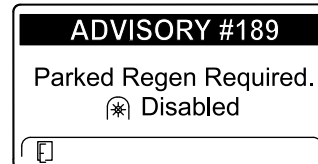

Bild 54
- Wenn Sie eine geparkte Regenerierung nicht innerhalb von zwei Stunden durchführen, wird im InfoCenter „Parked regeneration required – power takeoff disabled ADVISORY #189“ angezeigt (Bild 54).